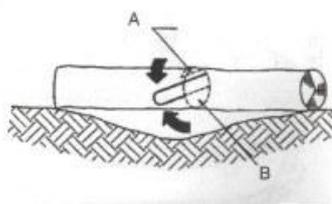

Fig. 16
**TRONCO SOSPESO RISPETTO AL TERRENO:** Se il tronco posa su entrambe le estremità, per evitare che ci siano schegge, segare prima 1/3 del diametro del tronco (Fig. 16-A) dall'alto verso il basso e poi, per evitare che la barra si incastri, eseguire il secondo taglio dal basso verso l'alto (2/3 del diametro) in corrispondenza del primo taglio (Fig. 16-B).